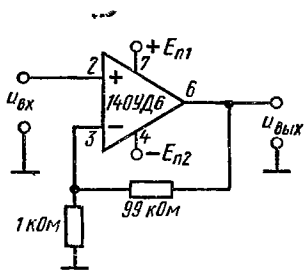

Рис. 3.16
**3.5.** Определить верхнюю граничную частоту схемы на основе операционного усилителя, показанной на рис. 3.16.